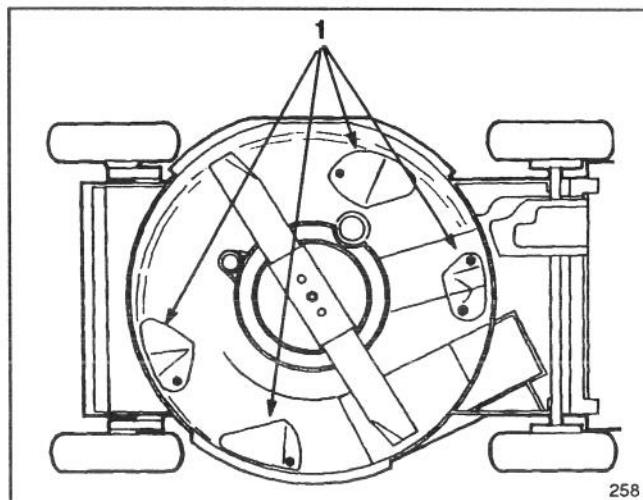

Figure 29
Maintenir le dessous de la tondeuse propre. Veiller particulièrement à ce que les plaques de déflection soient exemptes de débris (Fig. 29).
2. Basculer la tondeuse sur son côté droit (Fig. 29). Éviter de faire tourner la lame ce qui pourrait créer des problèmes de démarrage.